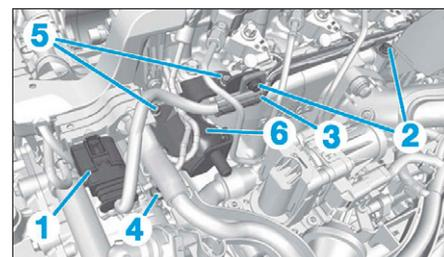

FIG. 72
- Débrancher le connecteur (1) (**Fig.72**).
- Déposer les vis (2).
- Écarter le faisceau d'alimentation des bougies de préchauffage (3).
- Ecarter l'agrafe (4).
- les vis (5),
- le support du boîtier de filtre à air (6).